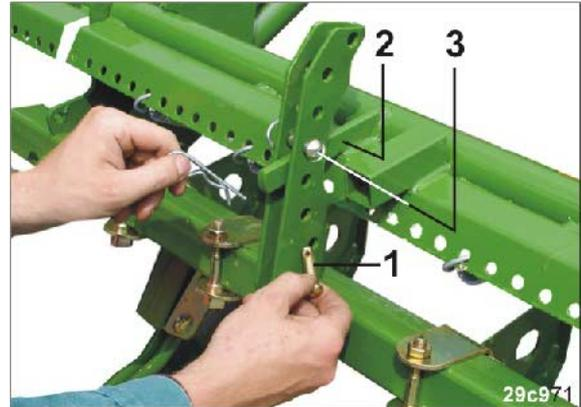

Fig. 176
3. Insertar el perno (Fig. 176/1) en un taladro por debajo de la palanca (Fig. 176/2) y asegurar con un pasador clavija.
3. Insertar el segundo perno (Fig. 176/3) en un taladro por encima de la palanca (Fig. 176/2) y asegurar con un pasador clavija.